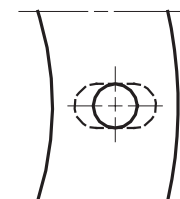

Fig. 4
- Indien nodig, de gaten in de flensdichting (4) vergroten, (zie fig. 4).